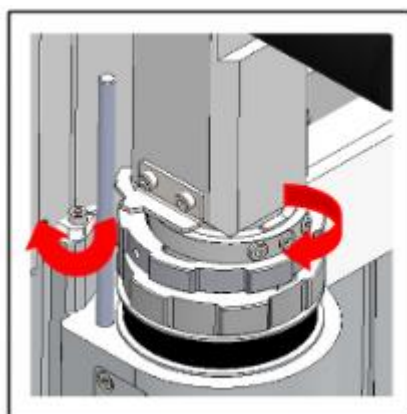

Рис. 18
- Поверните зажим по часовой стрелке для надежной фиксации инструмента. Поверните электрический осциллирующий инструмент (ЕОТ) по часовой стрелке таким образом, чтобы его положение соответствовало положению штифта (Рис. 18).